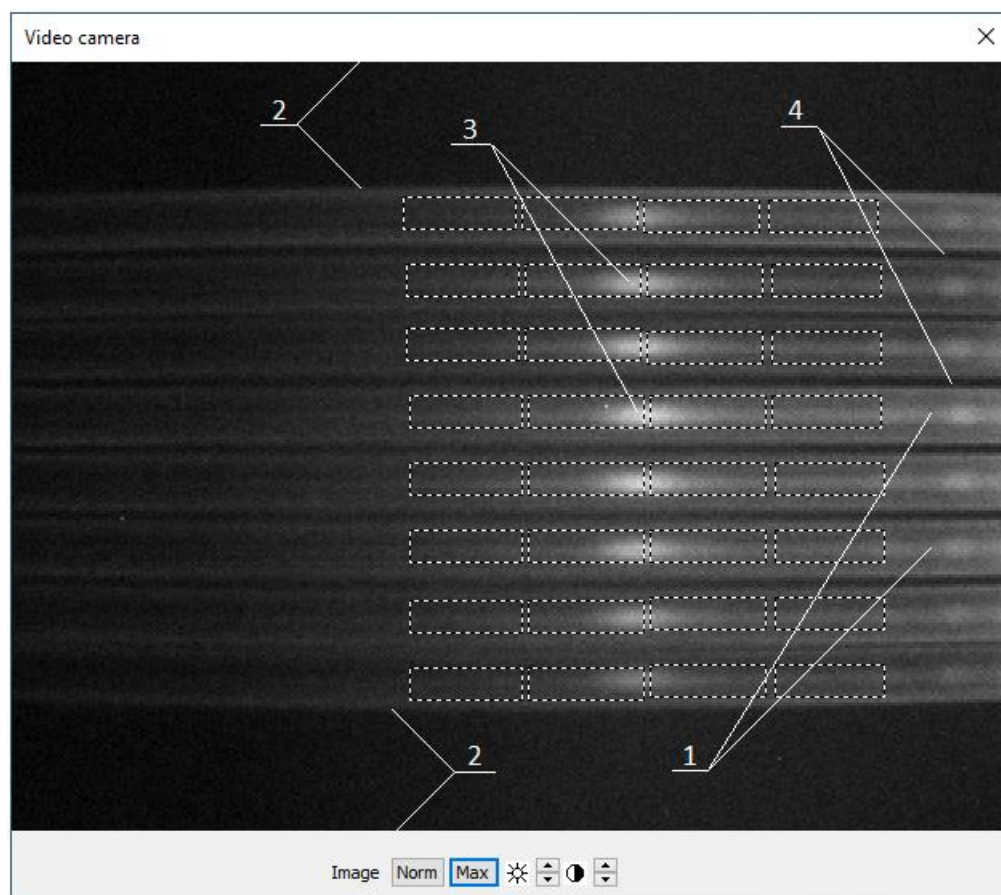

Рисунок 19. Окно Videocamera
В открывшемся окне **Videocamera** в восьми капиллярах наблюдаются сигналы флуоресценции (в спектральном диапазоне 520–710 нм), возникающей под действием пучка лазера $\lambda = 488$ нм (рис. 19).
3. В окне **Videocamera** (см. рис. 19) видны изображения восьми капилляров на равном удалении друг от друга (поз. 1). Допускается незначительный разброс величины зазоров между капиллярами.